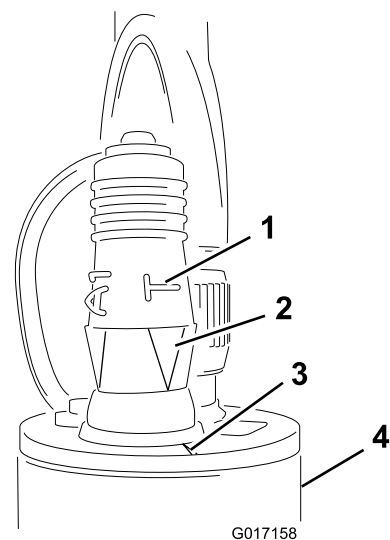

Рисунок 22
3. Установите разъем программирования на датчик (Рисунок 22).
Внимание: Убедитесь, что стрелка под меткой «Т» на боковой поверхности совмещена с выемкой в верхней кромке датчика (Рисунок 22).